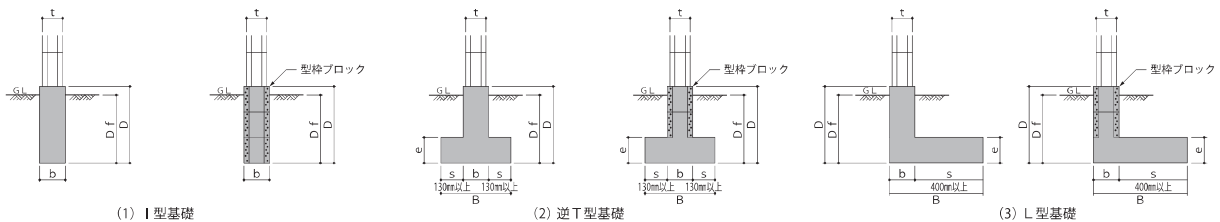

図 3 塀の布基礎の標準形状
- ・布基礎の形状は、図 3 の標準形状として、基礎の各部分の寸法は、表 2 の数値以上とする。また、布基礎の根入れ深さDfは、特殊基礎工法を除き表 3 とする。